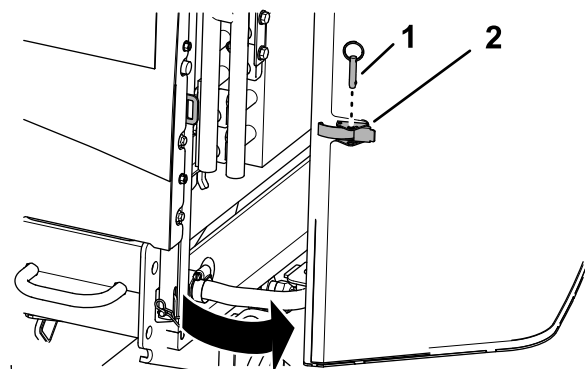

Bild 66
1. Entfernen Sie den Kugelstift von der Gitterverriegelung (Bild 66).